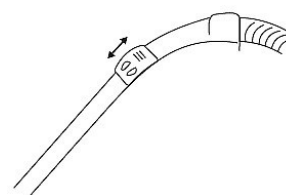

Fig. 10: Regulación del aire
- Puede ajustar el flujo de aire regulando el regulador de aire (fig. 10).